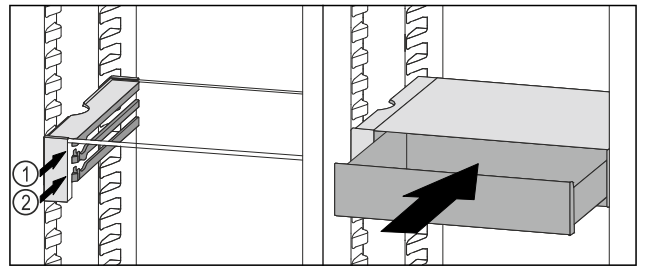

Fig. 198
- ▶ A VarioSafe-fiókot az ütközők mögött helyezze a kívánt bordára a Fig. 198 (1) vagy Fig. 198 (2) szerint.